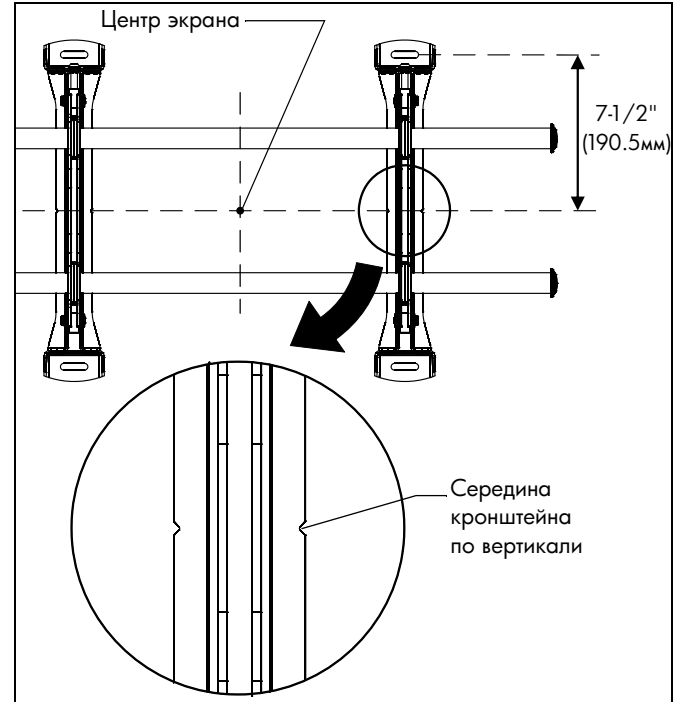

рис. 1
3. Совместите прорези на креплении (R) с отметкой середины экрана, чтобы определить середину по вертикали. (См. рис. 1)
2. Совместите прорези на креплении (R) с отметкой середины экрана, чтобы определить середину по вертикали. (См. рис. 1)
3. Отмерьте (190,5мм) 7-1/2" вверх от средней линии и отметьте место верхнего монтажного отверстия. (См. рис. 1)